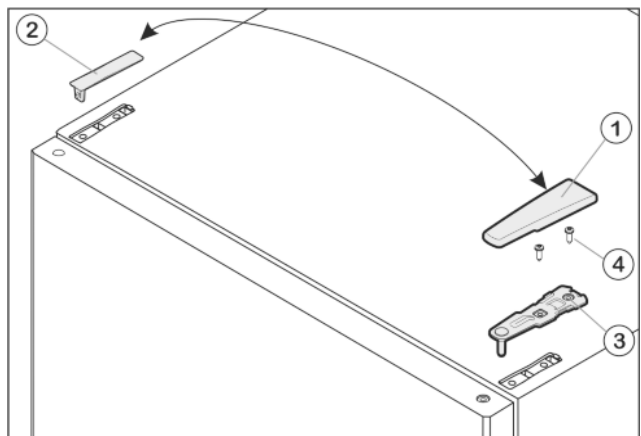

Fig. 8
- ▶ Kansi Fig. 8 (1) vedetään eteen ja ylös ja poistetaan.
- Kansi *Fig. 8 (2)* nostetaan pois.
- Ylempi laakerinkannatin *Fig. 8 (3)* ruuvataan irti (2 kertaa Torx® 25) *Fig. 8 (4)* ja vedetään pois yläsuuntaan.
- Aseta ylempi laakerinkannatin *Fig. 8 (3)* oveen uudelle saranapuolelle.
- Ruuvaa ylempi laakerinkannatin **kiinni (4 Nm)** (2 x Torx® 25) *Fig. 8 (4)*. Tarvittaessa merkitse ruuvinreiät pistepuikolla tai käytä akkuruuvinväännintä.
- Kansi *Fig. 8 (1)* ja kansi *Fig. 8 (2)* asetetaan vastakkaiselle puolelle ulkoapäin paikalleen ja painetaan lukitukseensa.